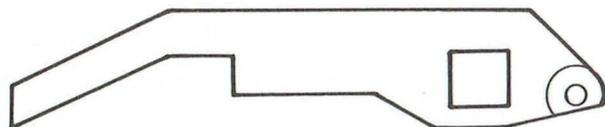

Fig. 10
**Réglage du volant (fig. 10).**
Le guide-bande, la tête de reproduction et le galet presseur étant toujours alignés, l'axe d'entraînement constitue le seul composant qui permette d'ajuster le défilement du ruban. Cet axe d'entraînement doit être perpendiculaire au sens de défilement de la bande. A cet effet, il faut utiliser le gabarit d'ajustage Z 00 030 (voir fig. 10).